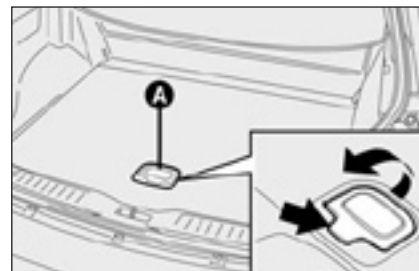
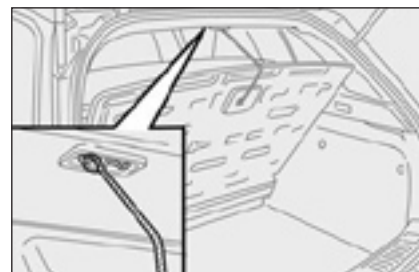

рис. 105
рис. 106
- поднимите ручку **A** – рис. 105, надавливая там, где указано стрелкой у надписи «PUSH», поднимите поверхность для груза и закрепите ее соответствующей проволокой к верхнему крюку на крыше, как показано на рис. 106.
- поднимите ручку **A** – **рис. 105**, надавливая там, где указано стрелкой у надписи «PUSH», с помощью ручки снимите поверхность для груза с посадочного места на багажной подставке, слегка потянув ее наружу; шарнир на стороне сиденья облегчит этот маневр.
- поднимите ручку **A** – **рис. 105**, надавливая там, где указано стрелкой у надписи «PUSH», с помощью ручки поднимите поверхность для груза с подстилки багажника и потяните ее наружу; шарнир на стороне сиденья облегчит этот маневр.